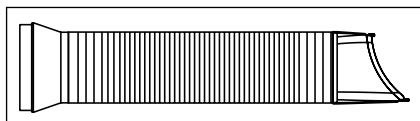

Fig. 3
1. Estendere entrambi i lati del tubo (Fig. 3).